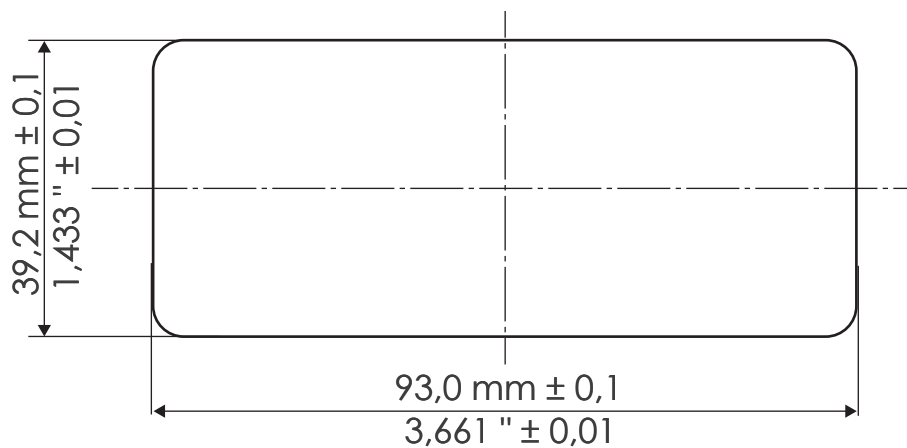

Abb. 7: Abmessungen für den gefrästen Ausschnitt, TOUCHinlay
1. Verwenden Sie einen Fräser oder ein ähnliches Gerät, um den Ausschnitt zu fräsen. Die Abmessungen für den gefrästen Ausschnitt sind in Kapitel 5.2.4 (Abb. 7) dargestellt.